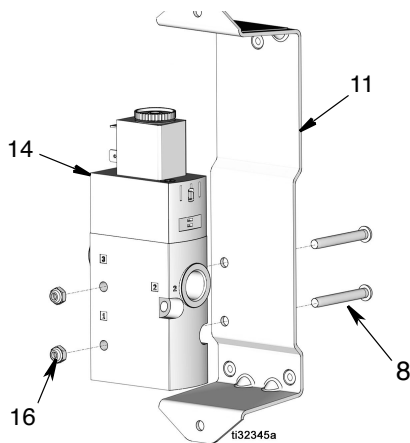

图 27
- 取下将电磁阀 (14) 固定到支架 (11) 的两个螺丝 (8) 和螺母 (16) 并从支架上取下电磁阀 (图 27)。